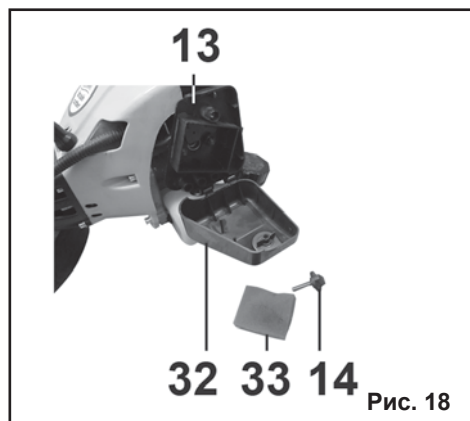

Рис. 18
8.1.2. Очистка воздушного фильтра (Рис. 18)
- Открутите рукой винт (14) на корпусе (13) воздушного фильтра и снимите крышку (32) воздушного фильтра.
- Снимите воздушный фильтр (33).
- Промойте воздушный фильтр (33) теплой водой (с небольшим количеством моющего раствора).
- Промойте воздушный фильтр (33) чистой водой.
- Установите воздушный фильтр (33) на место.
- Установите крышку воздушного фильтра (32), вставив планки в предусмотренные пазы в корпусе воздушного фильтра (13).